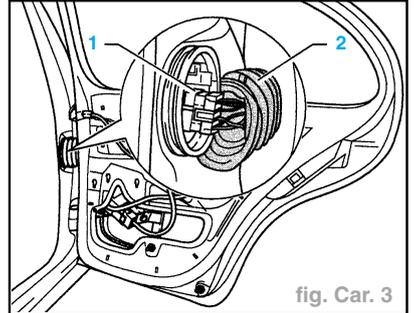

fig. Car. 3
- Déconnecter le connecteur (1) se trouvant dans la douille (2) sur le montant B (fig. Car. 3).